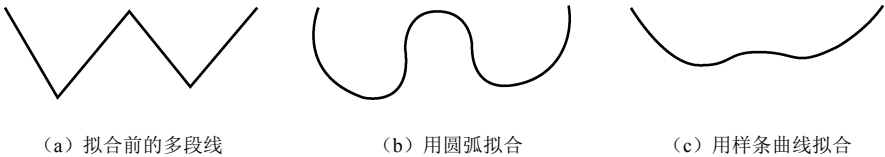

图 5-51 拟合多段线
- ① 闭合 (C)：如果所选的多段线是打开的，则出现该选项。使用该选项可生成一条多段线连接始末点，形成闭合多段线。
- ② 合并 (J)：将直线、圆弧或多段线连接到已有的并打开的多段线，合并成一条多段线。
- ③ 宽度 (W)：为整条多段线重新指定统一的宽度。
- ④ 编辑顶点 (E)：增加、删除、移动多段线的顶点、改变某段线宽等。
- ⑤ 拟合 (F)：用圆弧拟合二维多段线，生成一条平滑曲线，如图 5-51 (b) 所示。
- ⑥ 样条曲线 (S)：生成近似样条曲线，如图 5-51 (c) 所示。